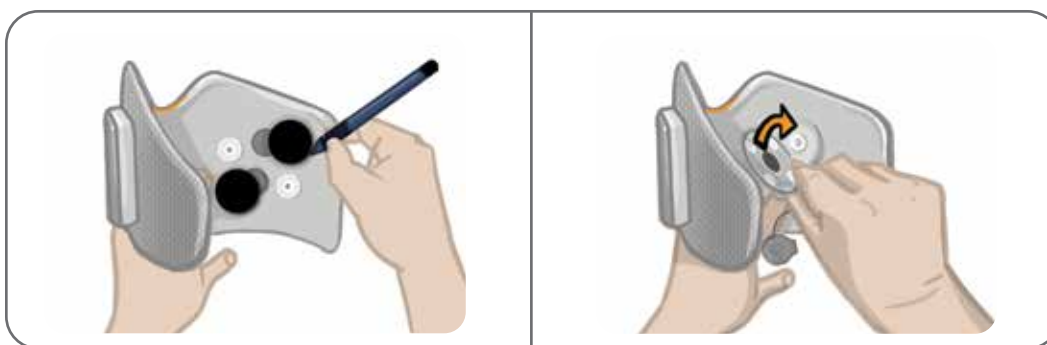

Figure 11-5 : Marquez la position de la base d'électrode (à gauche)
1. Retirez les cache-fils, puis tracez un repère à la position des bases d'électrodes usagées sur le manchon de la jambièrre à l'aide d'un marqueur indélébile. Reportez-vous à la figure 11-5.
2. Déconnectez les pressions des bases d'électrodes des prises. Reportez-vous à la figure 11-5.